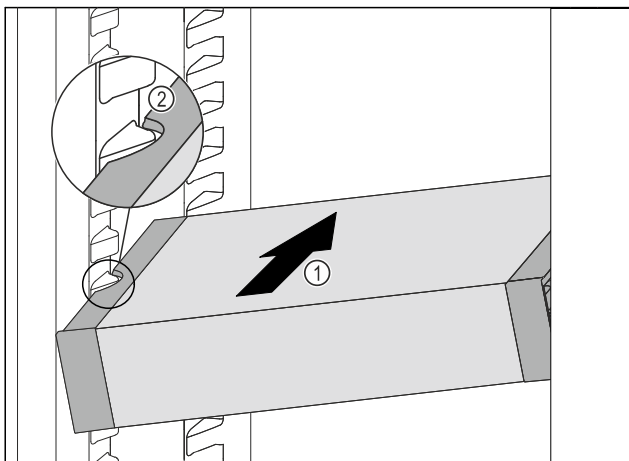

Fig. 48
- ▶ Вставити VarioSafe під кутом в охолоджувальне відділення Fig. 48 (1), доки бокові поглиблення Fig. 48 (2) VarioSafe не будуть на рівні ребра для резервуара в охолоджувальному відділенні.